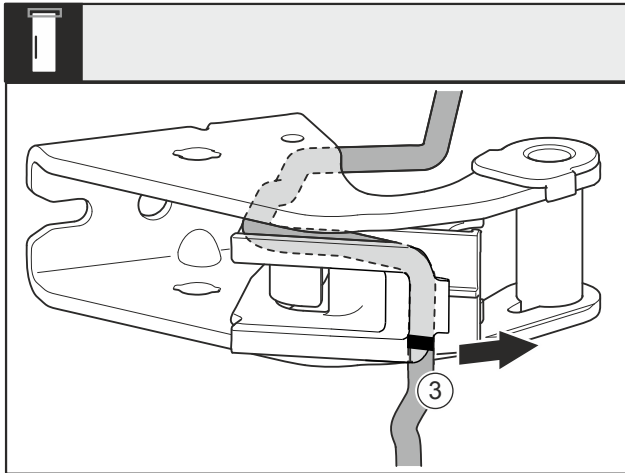

Fig. 17
- Kabel mit der Kabelhalterung Fig. 17 (3) vom Lagerbock demontieren.